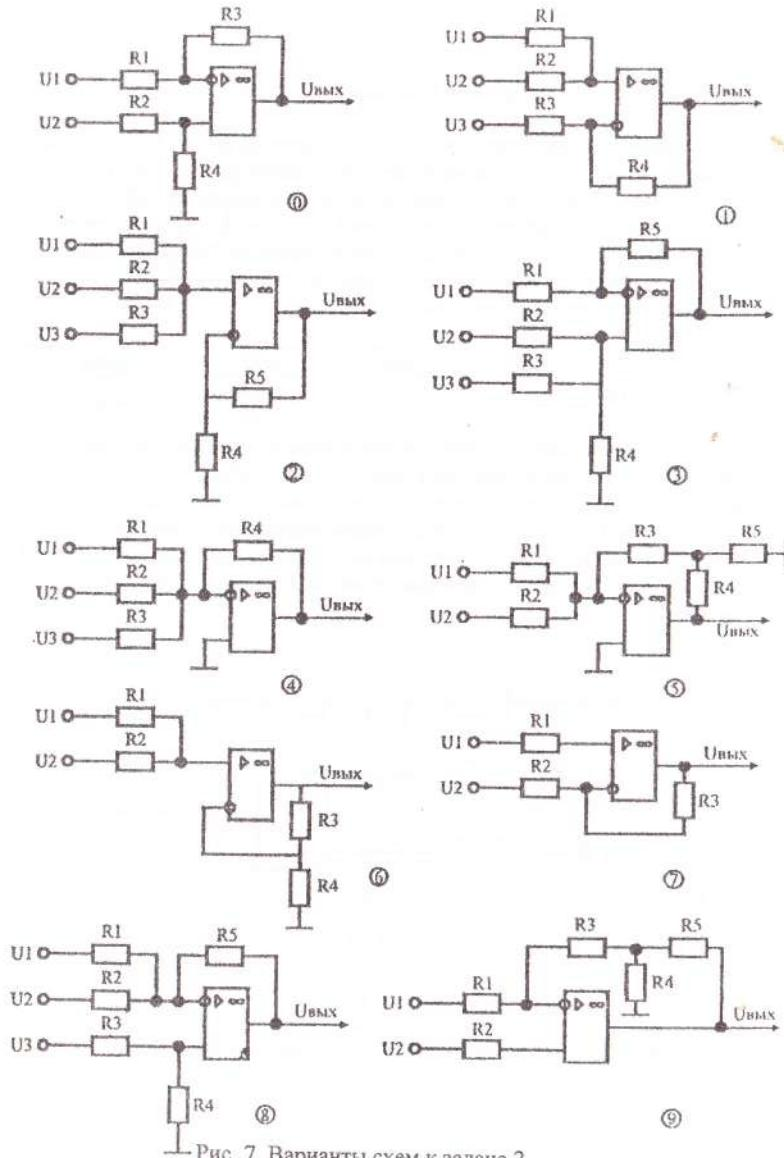

Рис. 7. Варианты схем к задаче 2.
- Перечертить в тетрадь схему включения идеального операционного усилителя (ОУ), выбранную по рис. 7 в соответствии с последней цифрой номера студенческого билета.